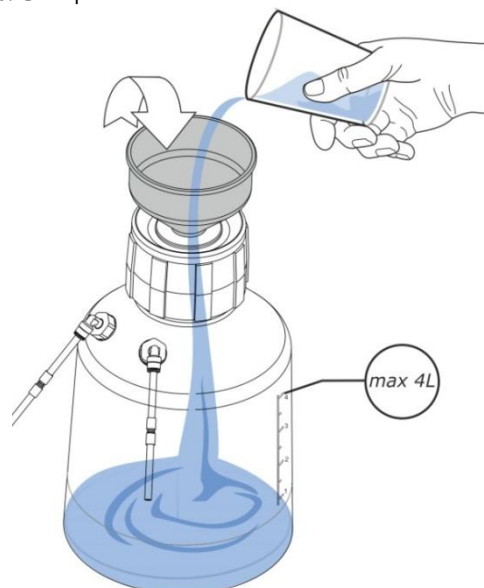

Рисунок 8.6.1
- вимкнути перемикач (поз.1.Рисунок 8.6.1.) подачі повітря в ємність з водою;
- відкрутити вентиль при цьому саму кришку ємності не знімати (Рисунок 8.6.1.);